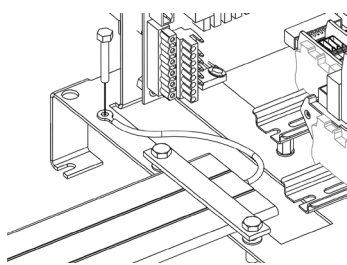

Fig. 13.1: Punto di messa a terra per schermatura del cavo pensile, nel nodo di cabina
13. Collegare l'anello della massa a terra del cavo pensile di mezza corsa al nodo di cabina. Controllare il fissaggio della maglia di schermatura al punto di messa a terra (Fig. 13.1).